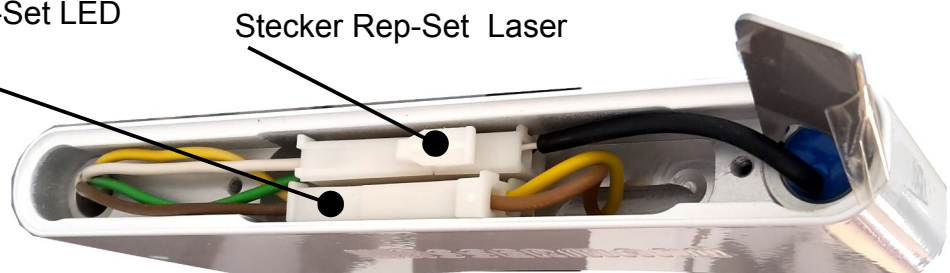

Abb. 5
- Die 2 Kreuzschlitzschrauben (A) lösen.
- Das Deckblech (B) abnehmen.
- Dieser Schlüssel passt exakt in den Justiering des Laser-Richtlichts, sodass die Laserdiode nun durch Drehen des Schlüssels justiert werden kann (Abb. 5).
- Anschließend den Schlüssel (C) wieder im Richtlicht deponieren und das Deckblech (B) mit den 2 Schrauben (A) befestigen.